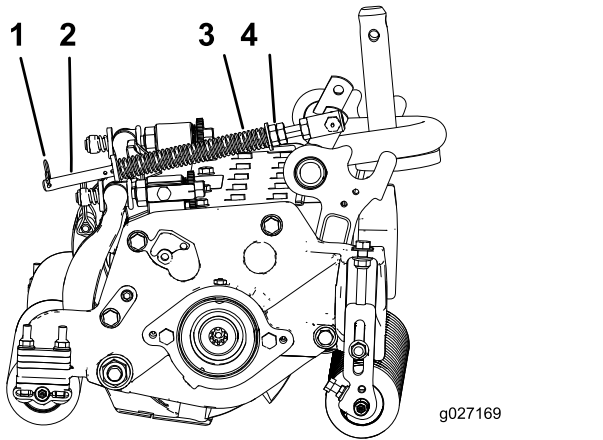

图22
1. 确保发卡销安装在弹簧杆的后孔内 图22。
2. 拧紧弹簧杆前端的六角螺母直至压缩后的弹簧长度为 159mm 图22。